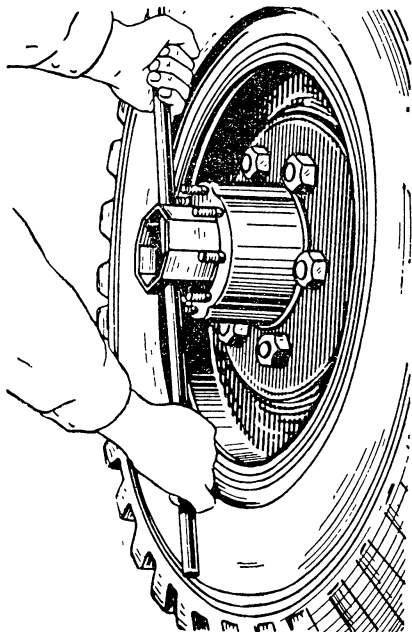

Рис. 69. Регулировка подшипников ступицы колеса (затяжка регулировочной гайки у автомобилей ГАЗ-63, ГАЗ-69 и ГАЗ-69А)
- 5 Затянуть регулировочную гайку подшипников так, чтобы колесо вращалось туго (рис. 69).